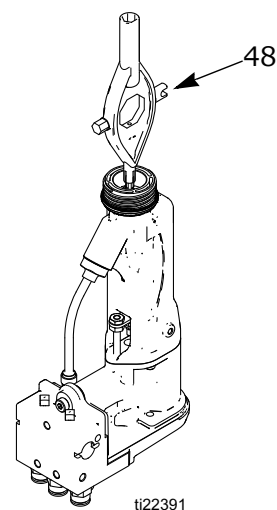

図 19. 電極の交換
3. マルチツール (48) で電極 (3) を緩めます。図 19